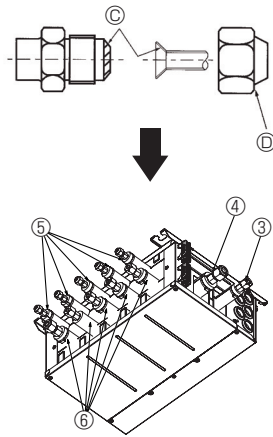

Fig. 7-2
- ⓐ Tragen Sie Kühlmittelöl auf die gesamte (Fig. 7-2) Oberfläche des aufgeweiteten Sitzes auf.